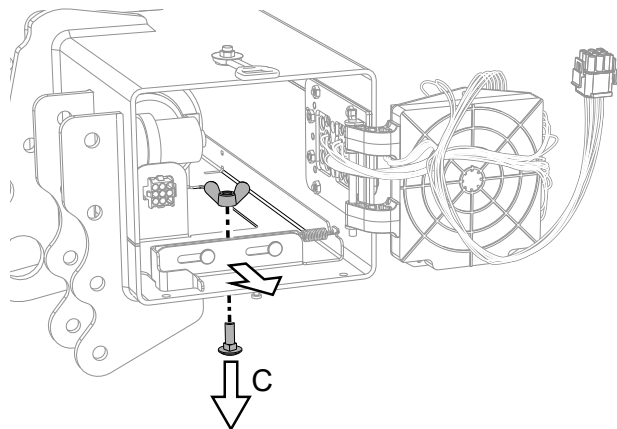
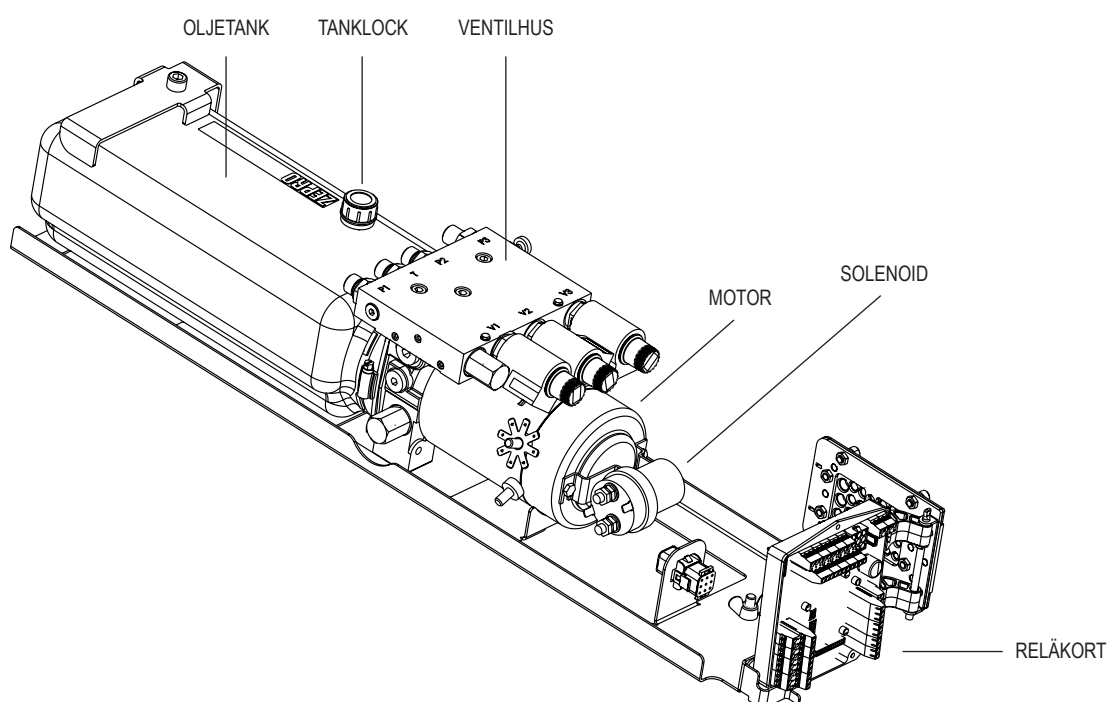

Bild 19. Frigöring hydraulaggregat
Bild 21. Hydraulaggregat och reläkort
4. Frigör hydraulaggregat genom att skruva loss vingmuttern och tillhörande skruv (C), se Bild 19 och dra ut hydraulaggregatet till dess att tanklocket är åtkomligt, se Bild 21.